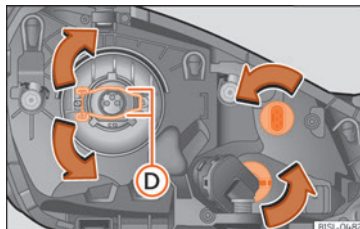

Fig. 49 Venstre forlygte
- Tryk låsebøjlen  **Fig. 49 D** nedad i pilens retning, frigør den mod siden, og klap den væk.
- Sæt pæren i, klap låsebøjlen  **Fig. 49 D** tilbage, og hægt den fast.